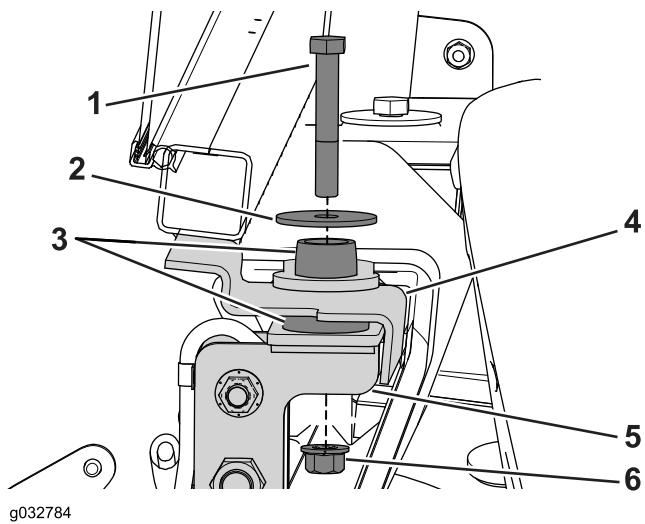

Figura 72
3. Instale un amortiguador de goma en cada uno de los puntos de montaje del bastidor de la cabina (Figura 72).
4. Utilice el perno (1/2" x 3 1/4"), la arandela grande y la tuerca con arandela prensada para montar la cabina en la máquina (Figura 72).